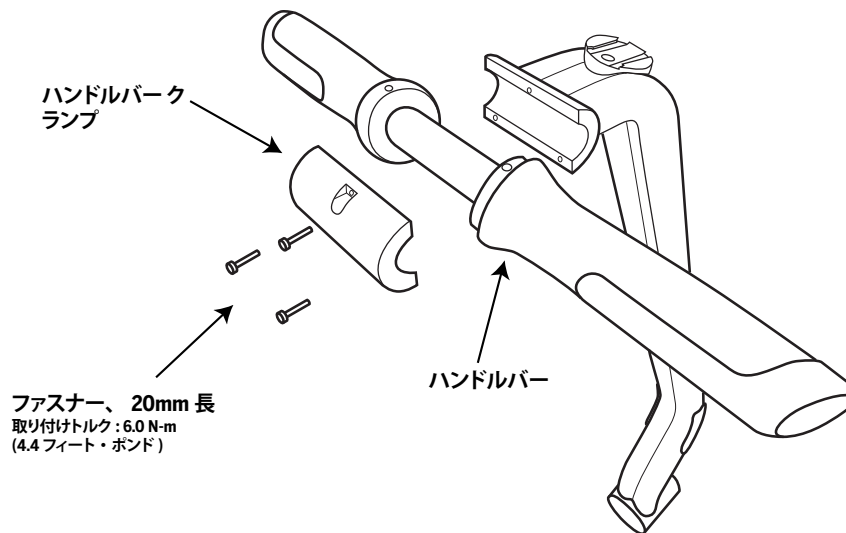

図1. ハンドルバーの取り外しと取り付け
3. これらのファスナーとハンドルバークランプを取り外すと、ハンドルバーが LeanSteer フレームから外れます。図1を参照してください。